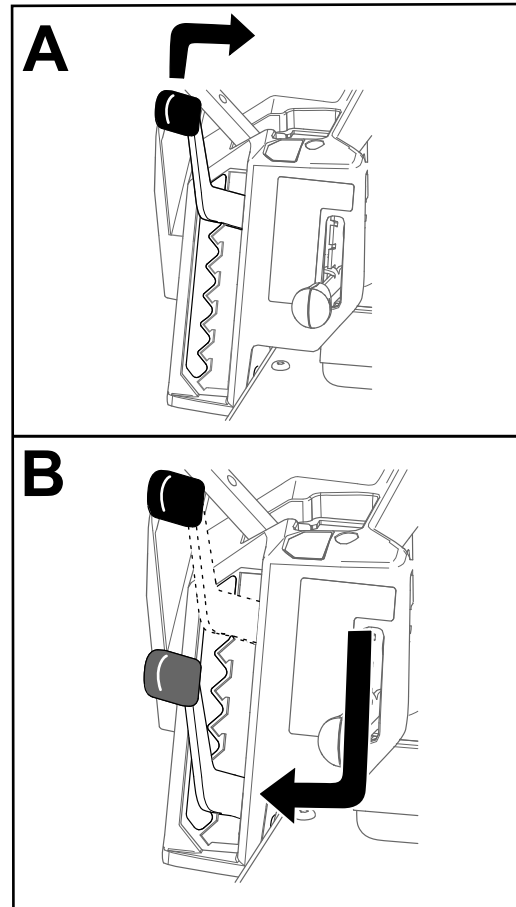

Figure 30
**Remarque:** La position de transport est la hauteur de coupe la plus élevée (114 mm), comme montré à la Figure 30.
Vous pouvez régler la hauteur de coupe de 38 à 114 mm par paliers de 13 mm. La hauteur de coupe est commandée par le levier situé à droite de la position de conduite (Figure 30).